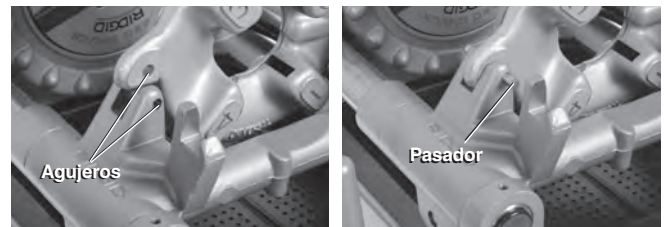

Figura 24 – Retención del cabezal de terrajas a la izquierda en su lugar
1. Introduzca un pasador de  $\frac{5}{16}$ " y 2 pulgadas de largo en los agujeros de la base del carro y del cabezal de terrajas a mano izquierda, para fijar su posición. Vea la Figura 24.